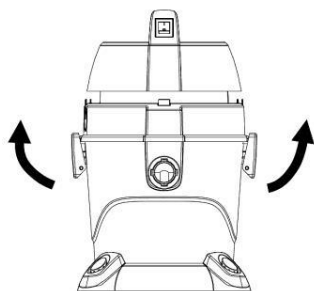

Fig.1
Paso 1: Liberar los pestillos laterales y retirar el cuerpo principal (Fig. 1).